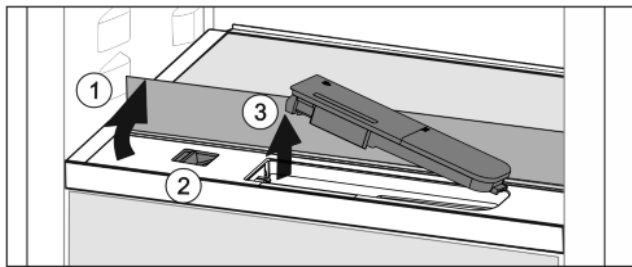

Fig. 36
- Sollevare il ripiano di vetro e ribaltarlo all'indietro fino all'arresto Fig. 36 (1).
- Spostare il cursore Fig. 36 (2) a sinistra.
- Rimuovere il serbatoio dell'acqua Fig. 36 (3).